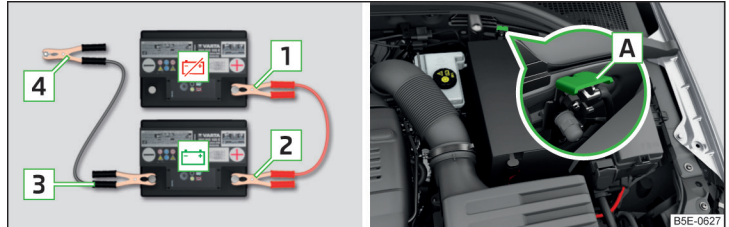

Abb. 340 Starthilfe:  - entladene Batterie,  - stromgebende Batterie / Massepunkt des Motors beim START-STOPP-System
- Bei Fahrzeugen **mit** dem START-STOPP-System die Klemme **4** am Massepunkt des Motors **A** befestigen » Abb. 340.